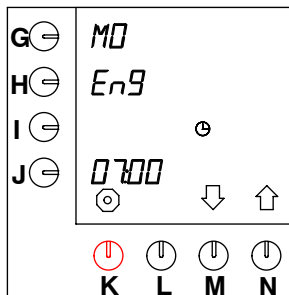

Fig. 30 Ajuste do idioma
- Após 10 segundos, o valor padrão "EnG" aparece a piscar ao lado da tecla de programação. Consulte a fig. 30.